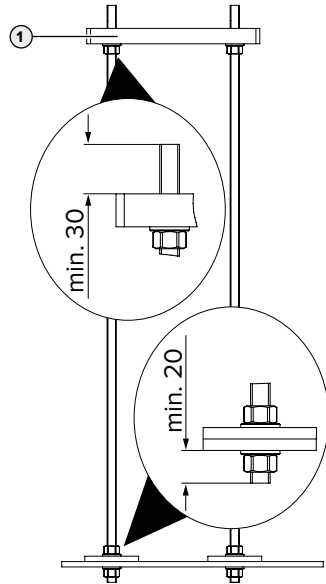

Abb. 2: Position der Unterlegscheiben und Muttern [mm]
- ▶ Die Flachstäbe mit je einer Mutter und einer Unterlegscheibe unter Beachtung der Abb. 2 sichern. Darauf achten, dass das Fundament-Befestigungs-Set waagrecht ausgerichtet ist.
- ▶ Zugehörige Fundamentplatte (1) (als Zubehör erhältlich) unter Beachtung der Abb. 2 auf dem Fundament-Befestigungs-Set montieren.